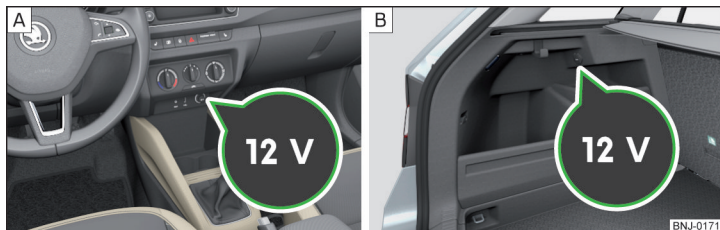

Рис. 73 Кришка розетки 12 В: в середній частині панелі приладів/у багажнику
- Для використання зніміть кришку з розетки » Рис. 73 - **A** або відкрийте кришку розетки » Рис. 73 - **B**.